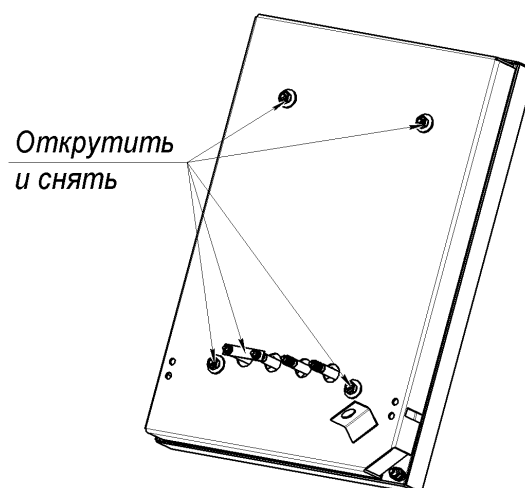

рис.1
1. Открутить гайки крепления корпуса конфорки, снять шинку соединения ТЭНов, провода, подводящие э/энергию, провод заземления корпуса конфорки и снять стальную конфорку с короба (см. рис.1)